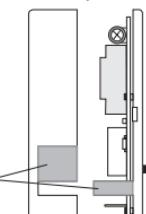

Abb. 5.i
Nehmen Sie die Teile für die Durchführung der Anschlusskabel von der Basis ab, wie in Abb. 5.i gezeigt.
- Befestigen Sie die Basis mit 2 Schrauben an der Wand (oder am Gehäuse), verwenden Sie dazu die vorgesehenen Lochpaare (**A-A, B-B, C-C**) (Abb. 5.i).